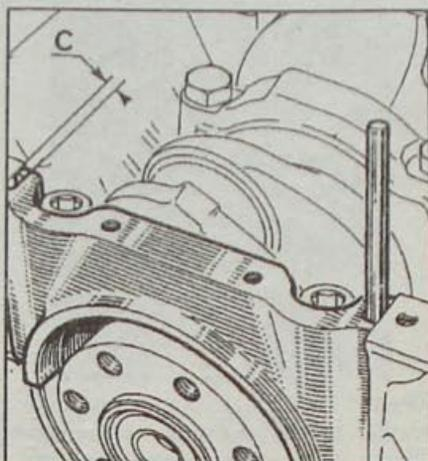

Рис. 1.74. Место (С) измерения паза для выбора толщины уплотнительной прокладки крышки коренного подшипника №1
- Хвостовиком сверла измерьте расстояние (С, рис. 1.74): если расстояние равно или менее 5 мм, выберите прокладку толщиной 5,1 мм; если расстояние более 5 мм выберите прокладку толщиной 5,4 мм.